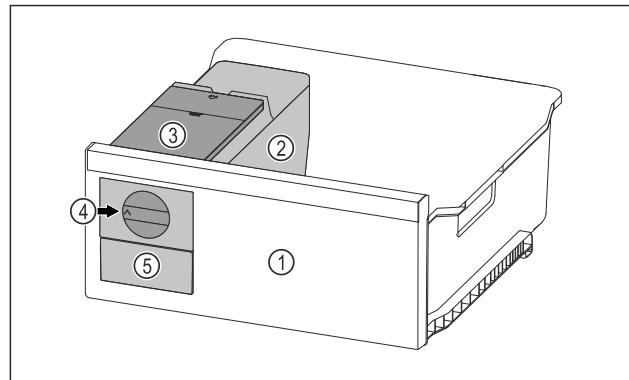

Fig. 99 Príklad zobrazenia
- Otočný gombík Fig. 99 (4) otočte v smere hodinových ručičiek až na doraz.
- Kocky ľadu vypadávajú z misky na kocky ľadu do zásuvky na kocky ľadu Fig. 99 (5).